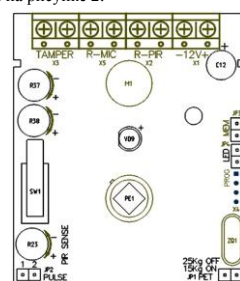

Рис. 2 Внешний вид платы извещателя
На плате обозначены (см. рисунок 2):
- подключить провода к клеммам подключения в соответствии с их назначением (см. рисунок 2);
- убедиться в наличии установленной на плате перемычки JP4 (LED) (см. рисунок 2);
Для регулировки дальности обнаружения извещателя используется потенциометр R23 (см. рисунок 2).
Для установки иммунитета используется перемычка JP1 (PET) (см. рисунок 2):
- регулировка чувствительности по высокой частоте (звуку бьющегося стекла) осуществляется с помощью отвертки с плоским шлицем путем вращения регулятора потенциометра R38 (HF/SENSE) (см. рисунок 2);
- регулировка чувствительности по низкой частоте (звуку от удара) осуществляется с помощью отвертки с плоским шлицем путем вращения регулятора потенциометра R37 (LF/SENSE) (см. рисунок 2);